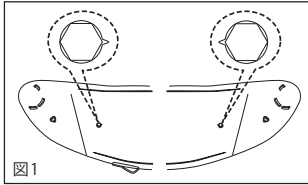

図1
- 専用シールドに取り付けられているピンの突起がそれぞれ図1のように、シールドの中心に向いているか確認します。突起が中心方向を向いていないときは工具などで回して調整します。